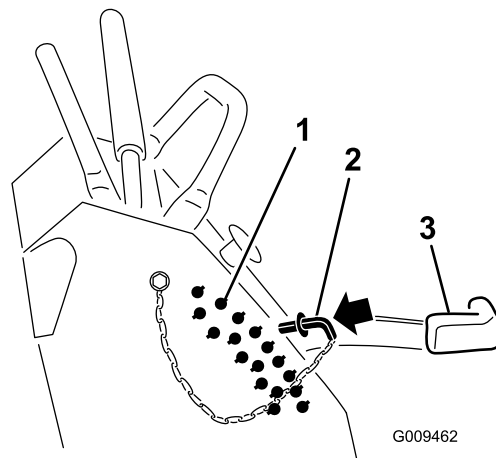

Figure 28
2. Placez l'axe de chape dans le trou du support correspondant à la hauteur de coupe voulue (Figure 28).
3. Abaissez la commande de hauteur de coupe jusqu'à la goupille (Figure 28).